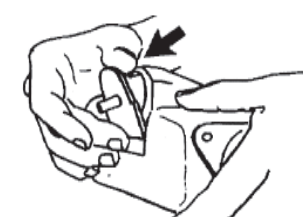

図9
- 4) オーバーフロー防止機能の取外しもできます (図9)。